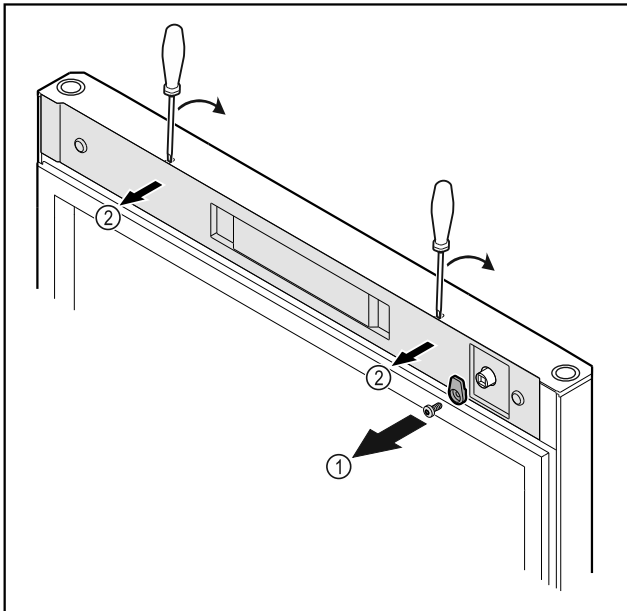

Fig. 12 *
- ▶ Csavarja le a reteszelő kampót Fig. 12 (1)*
- ▶ Pattintsa ki a burkolatot Fig. 12 (2) egy csavarhúzó segítségével, és vegye le.*